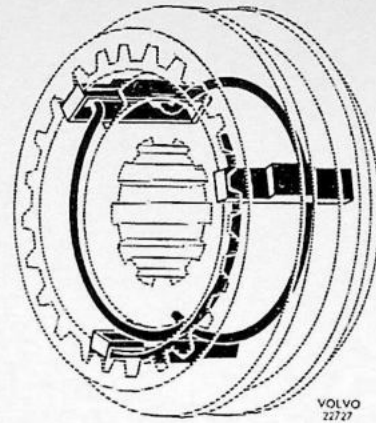

Fig. 4-36. Montage van de synchronisator
3. Breng de onderdelen voor de 1e en 2e versnellingsynchroneshring op de hoofdas aan. Monteer de veren juist, zie Fig. 4-36.
5. Zet de synchromeshring, het 2e versnellingsstandwiel en de drukring op de as. Zoek een borgveer uit die goed in de groef van de as past en monteer hem. Zet de drukring, het 3e versnellingsstandwiel en de synchromeshring op de as. Zet de onderdelen van de synchronisatie van de 3e en 4e versnelling in elkaar. Monteer de veren juist, zie Fig. 4-36. Monteer dan de synchronisator op de hoofdas. Zoek een borgveer van de juiste dikte uit en monteer hem.